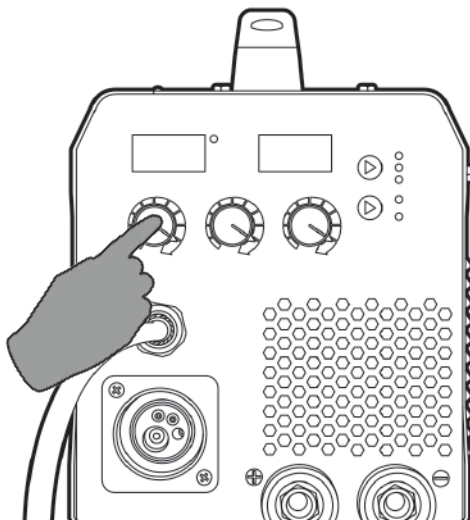

Рис. 11.6. Установка силы тока.
**5.** Установите необходимое значение силы тока (см. рис. 11.6).